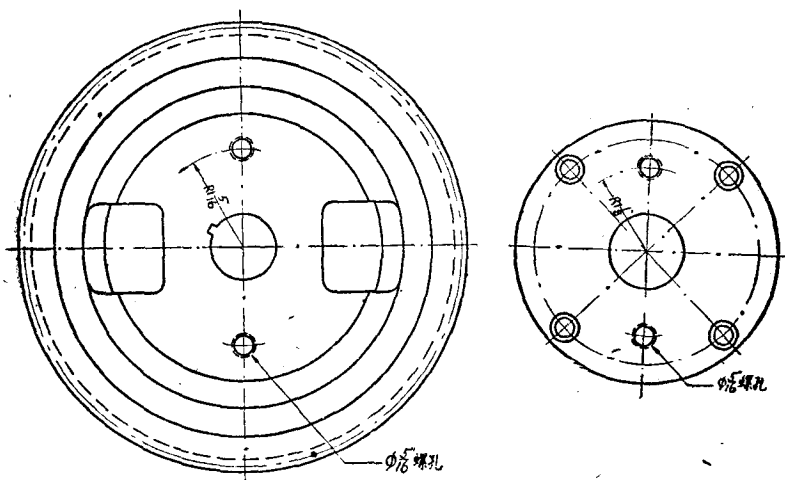

图12 便於拆卸外馒头牙齿及法兰的措施
(1) 为了将来拆卸方便，可以各在法兰和外馒头牙齿(新式外馒头牙齿除外)离軸芯眼子上下对称的地位上，預先打好两只 $\frac{5}{16}$ " $\varnothing$ 螺孔(图12)，拆卸时只要用两只 $\frac{5}{16}$ " $\varnothing$ 螺絲頂进，法兰和馒头牙齿就给螺絲挺出来了。